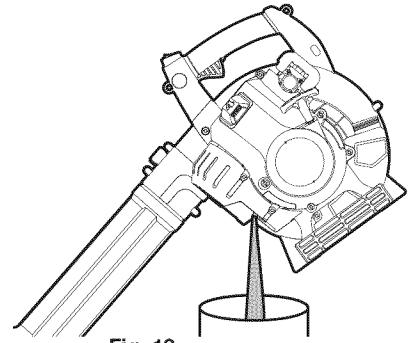

Fig. 13
3. Incline la unidad verticalmente para verter el aceite fuera del orificio de llenado de aceite y al interior del recipiente (Fig. 13). Deje bastante tiempo para que se drene completamente.